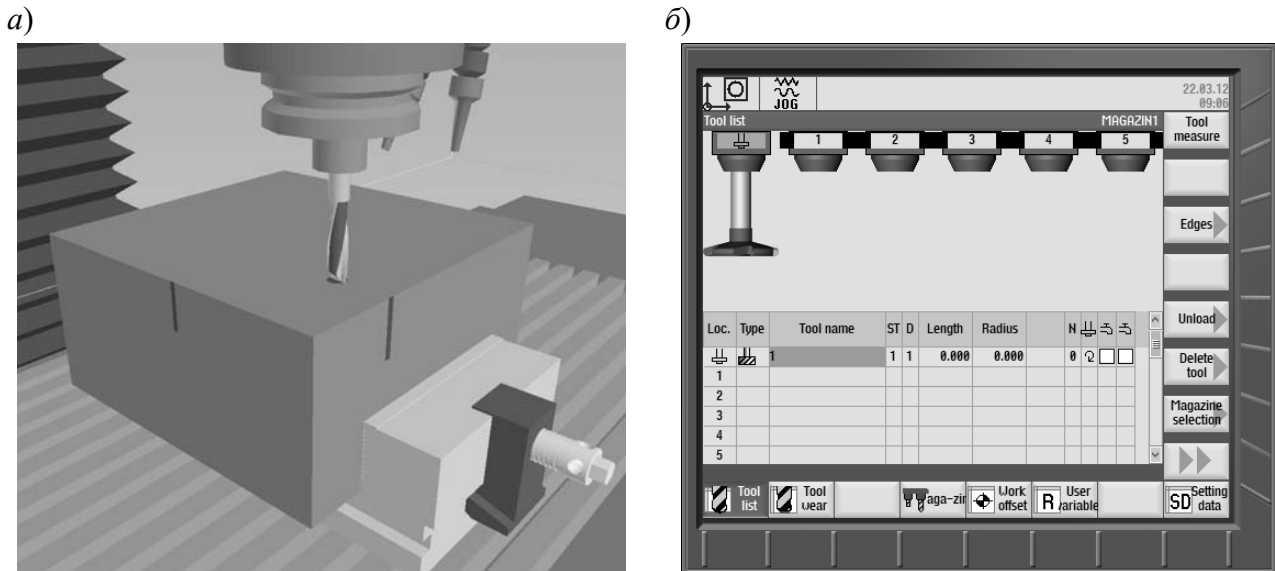
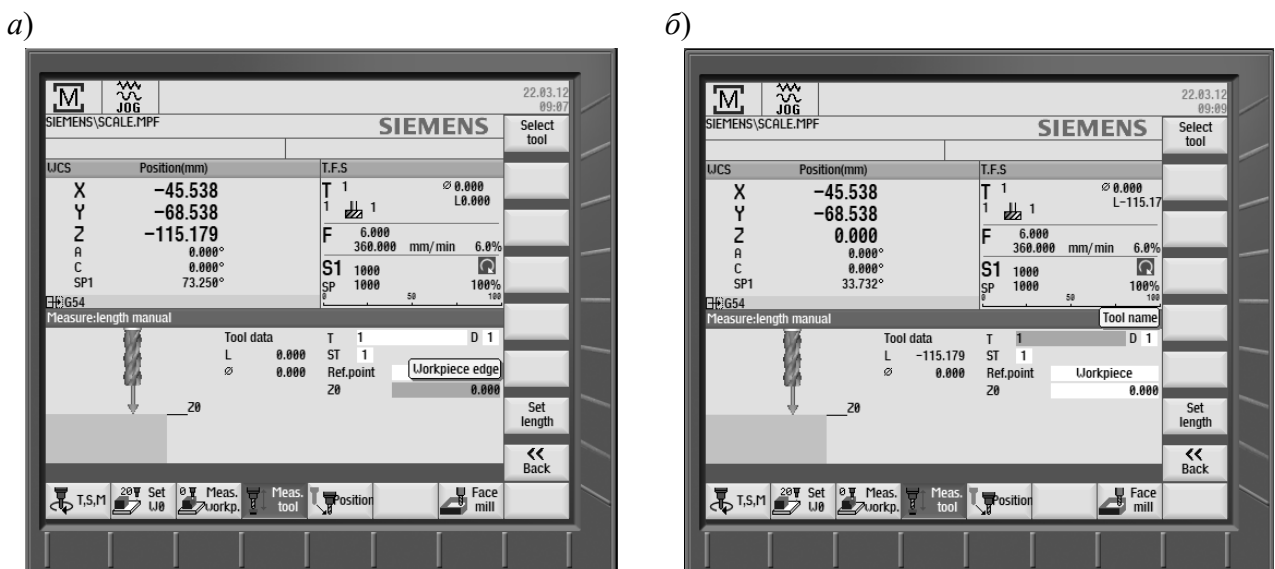

Рисунок 3.4 – Привязка инструмента по оси Z
Рисунок 3.5 – Привязка инструмента по оси Z
8.4 Используя клавиши «X», «Y», «Z», «+», «-», «RAPID» в режиме «JOG», переместить инструмент T1 по оси Z к детали до касания (рисунок 3.4).
8.5 В окне «OFFSET» выбрать инструмент 1 (см. рисунок 3.4, б), нажать клавишу «Tool measure». Проверить соответствие параметров в окне параметрам выбранного инструмента (рисунок 3.5, а). Нажать клавишу «Set length». В системе координат WCS проверить правильность предварительной привязки инструмента по оси Z (рисунок 3.5, б).
8.5 В окне «OFFSET» выбрать инструмент 1 (см. рисунок 3.4, б), нажать клавишу «Tool measure». Проверить соответствие параметров в окне параметрам выбранного инструмента (см. рисунок 3.5, а). Нажать клавишу «Set length». В системе координат WCS проверить правильность предварительной привязки инструмента по оси Z (см. рисунок 3.5, б).